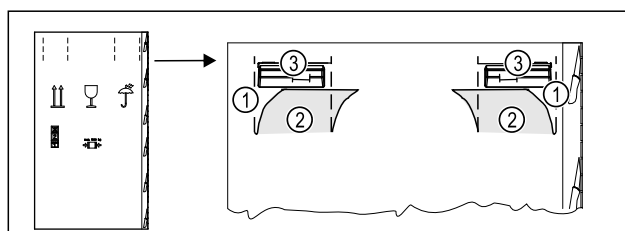

Fig. 4
- ▶ Iespiediet iepakojuma kartonu augšā pie perforējuma Fig. 4 (1).
- ▶ Izvelciet iespiestās plāksnītes Fig. 4 (2).
- ▶ Labajā un kreisajā pusē ir redzams pārvietošanas rokturis Fig. 4 (3).
- ▶ Turiet ierīci aiz pārvietošanas rokturiem Fig. 4 (3).